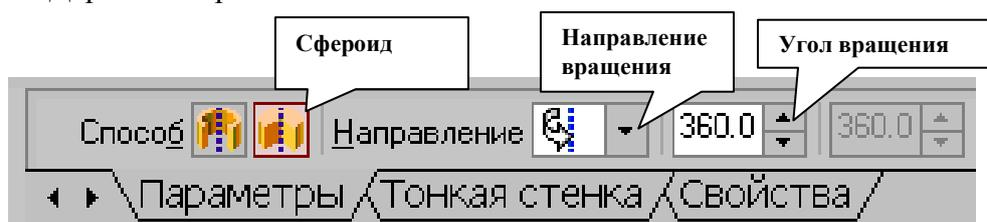
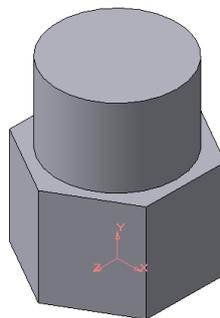

Рис. 67 Панель свойств команды Вращение
Рис.73 Геометрическое тело
На панели свойств команды Вращение (рис.67) выберем Способ построения – Сфероид.
8. Угол вращения  $360^{\circ}$  задается в окне на панели свойств команды Вращение (рис.67).
Команда Приклеить выдавливанием вызывается одноименной кнопкой  , расположенной в расширенном меню Редактирование детали (рис.67) на Компактной панели. На панели Свойств (рис.62) в окне Расстояние укажем высоту 40 мм для приклеиваемого цилиндра. Операция приклеивания завершается нажатием на кнопку Создать объект  . Полученное в результате операции приклеивания выдавливанием геометрическое тело изображено на рис.73.